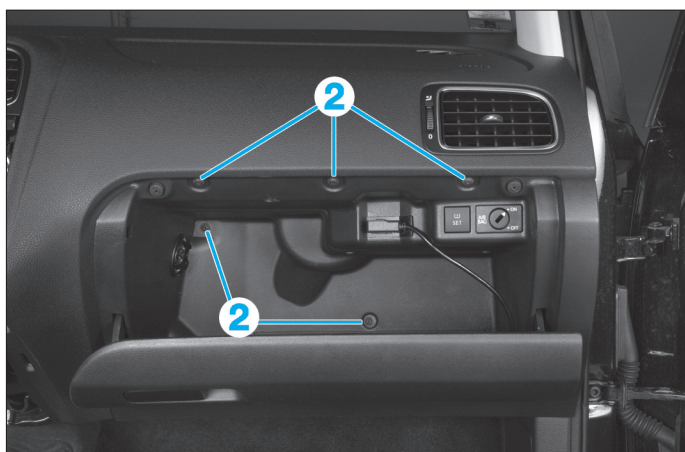

FIG. 22
- Ouvrir la boîte à gants puis déposer les vis (2) (Fig.22).